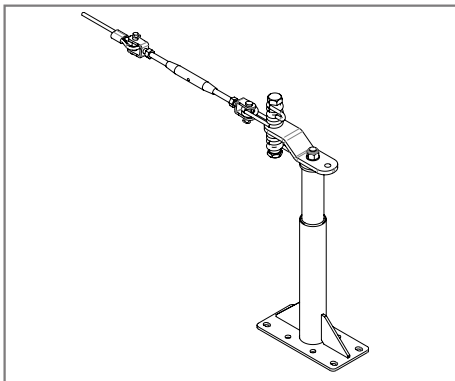

Figura 5
- Collegare l'estremità libera del tenditore con il secondo punto di estremità appena installato [Figura 5].